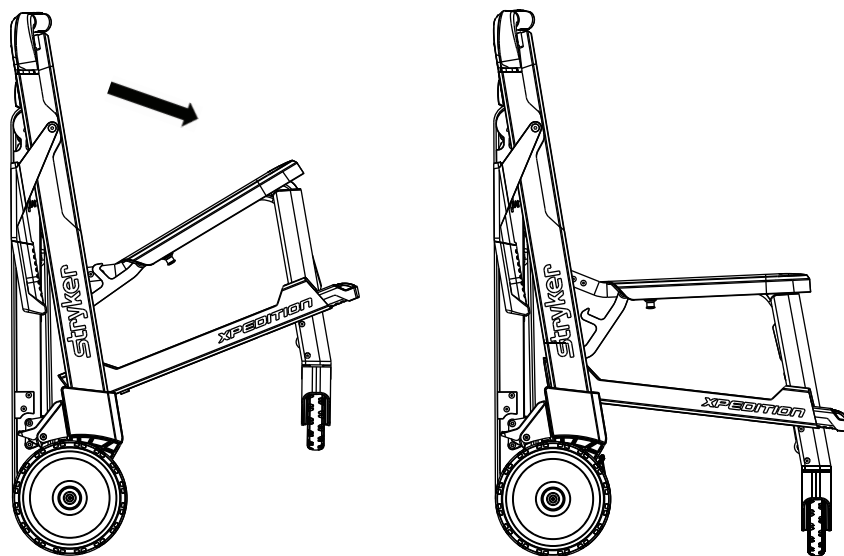

Figura 8 – Apertura della sedia
3. Tirare il sedile verso il basso (Figura 8).